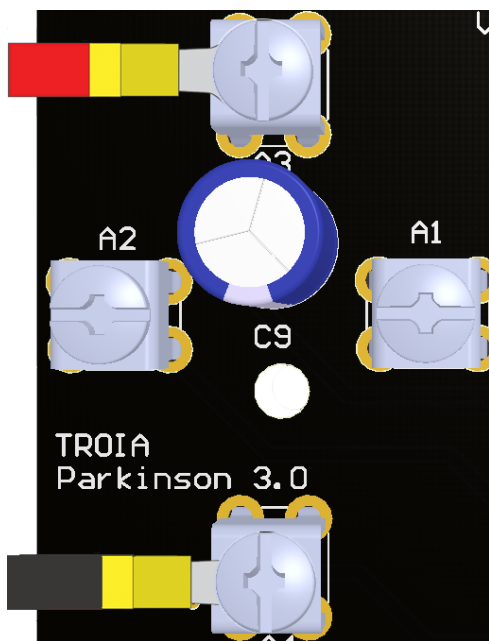
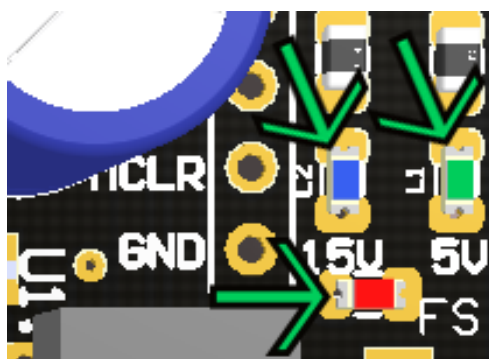

Figura 1: Alimentação da *Parkinson*
Figura 2: LEDs indicativos
1. Aplicar à placa uma tensão entre 16V e 24V. Para isso o conector positivo da fonte de alimentação deve ser conectada ao VCC da placa e o negativo no GND, indicados, respectivamente, pelas cores vermelho e preto na figura 1. Consequentemente os LEDs de 5V e 15V, representados, em seqüências, pelas cores verde e azul na figura 2, devem acender indicando que os reguladores lineares de 5V e 15V estão funcionando de forma esperada. Além desses, o LED que representa o sistema de segurança da placa – *FailSafe* - deve acender, indicando que a placa não está recebendo sinal;